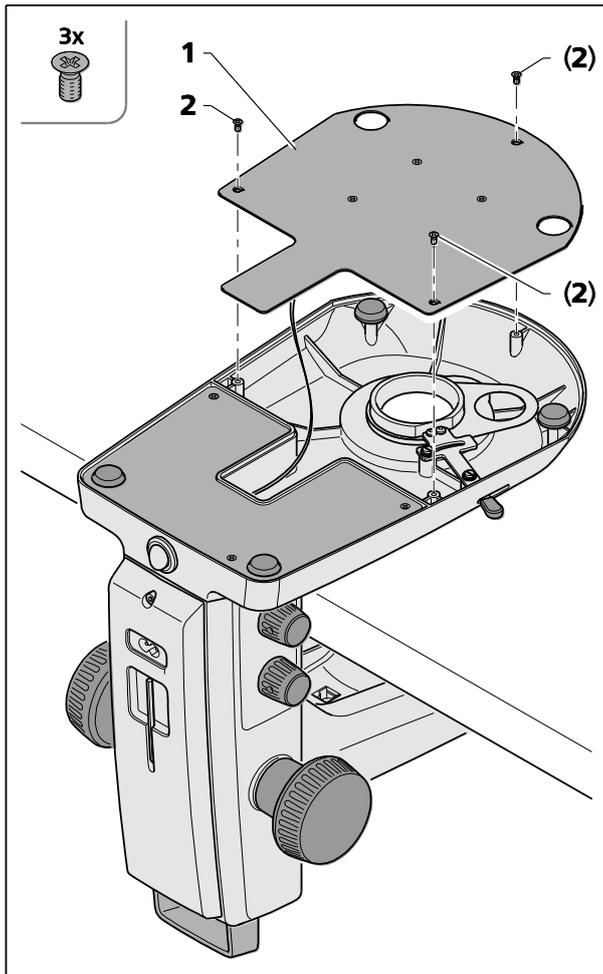

Fig. 22 Ouverture du capot du boîtier du statif, statif K EDU
Le capot du boîtier du statif (Fig. 22/1) peut être retiré pour procéder au nettoyage ou pour éliminer tout corps étranger susceptible d'être tombé par inadvertance.
- Pour ce faire, desserrer les trois vis à tête fraisée (Fig. 22/2), soulever le capot du boîtier du statif (Fig. 22/1) avec précaution, puis le mettre de côté.
- S'assurer que le câble n'est pas déconnecté du capot du statif (Fig. 22/1).